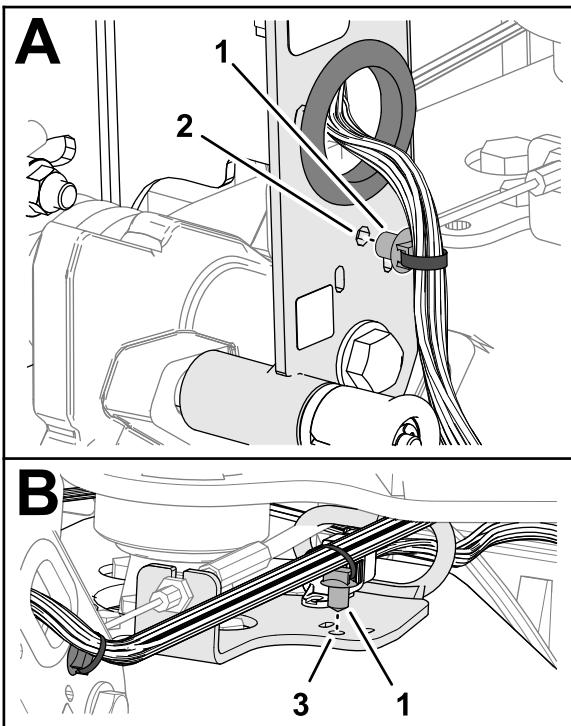

Figure 10
- Insérez la fixation enfichable du faisceau de la machine dans le trou du profilé du timon (Figure 10).